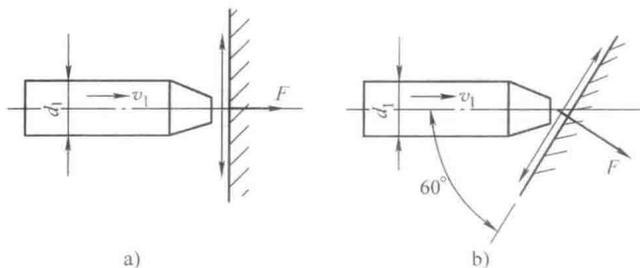

图 2-6 例 2-7 图
例 2-7 如图 2-6 所示, 油在喷管中的流动速度 $v_1 = 6\text{m/s}$, 喷管直径 $d_1 = 5\text{mm}$, 油的密度 $\rho = 900\text{kg/m}^3$, 喷管前端置一挡板, 问在下列情况下管口射流对挡板壁面的作用力 F 是多少? (1) 当壁面与射流垂直时 (图 2-6a)。(2) 当壁面与射流成 60° 角时 (图 2-6b)。